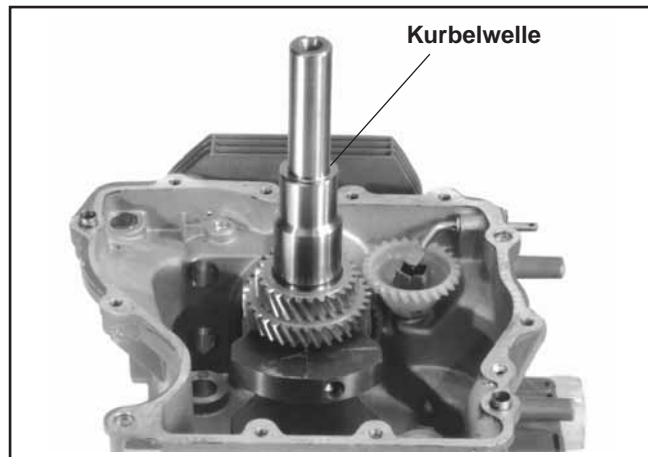

Abbildung 11-4. Kurbelwelleneinbau.
2. Stecken Sie die Kurbelwelle durch das Lager an der Schwungradseite. Siehe Abbildung 11-4.